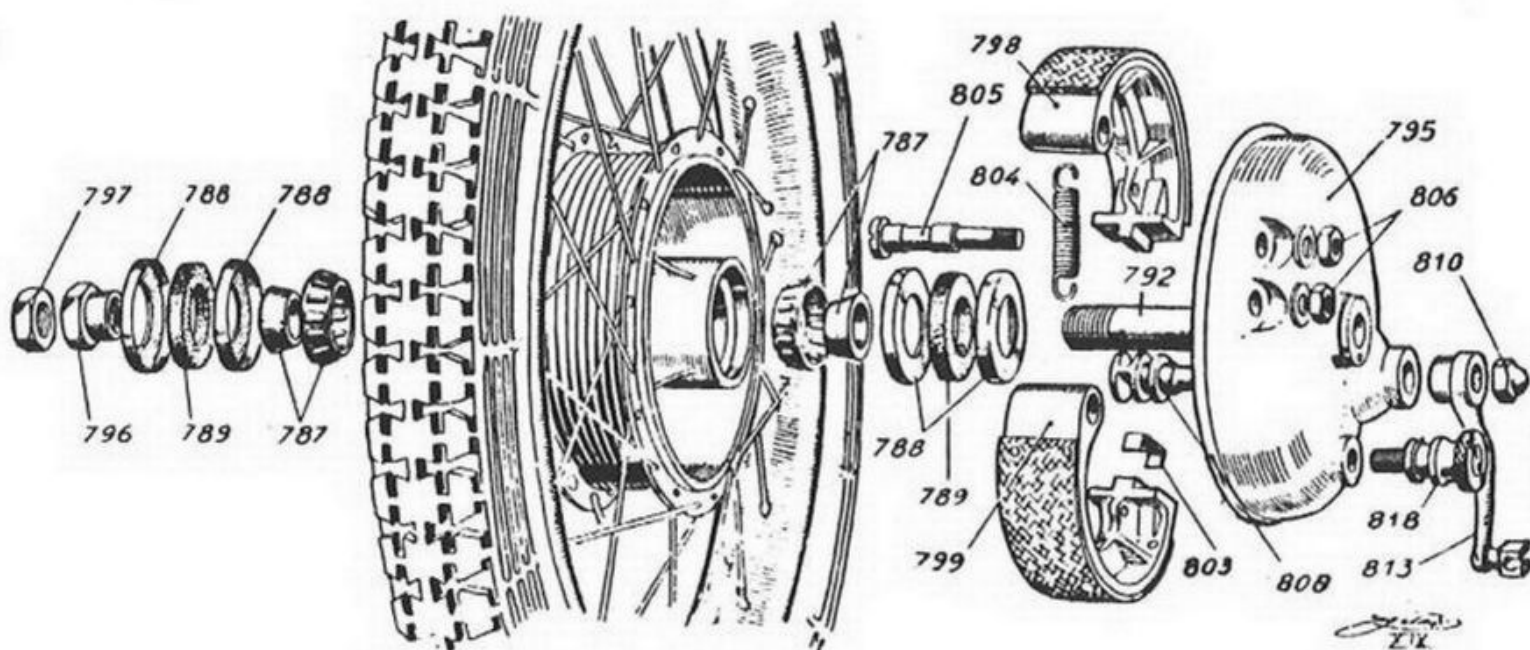

Fig. 19 - Smontaggio dei mozzi delle ruote
18) - Smontaggio dei mozzi delle ruote (fig. 19).